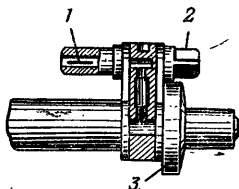

Рис. 3. Газовая камера с регулятором:
7. Газовая камера (рис. 3) служит для помещения регулятора и прохода газов. На передней стенке камеры — **шайба**, которая надевается на передний конец кожуха для устранения качания ствола. На задней стенке — **сосок** для закрепления регулятора в определенном положении.